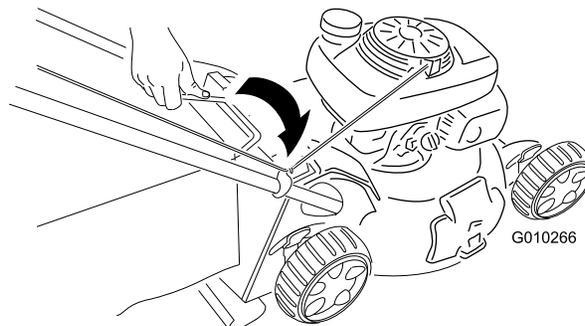
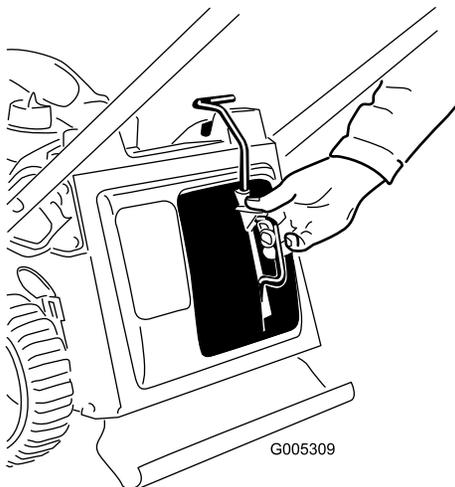

Figura 17
Figura 16
1. Installate il tappo mulching (Figura 16) o il cesto di raccolta (Figura 17) sulla macchina.